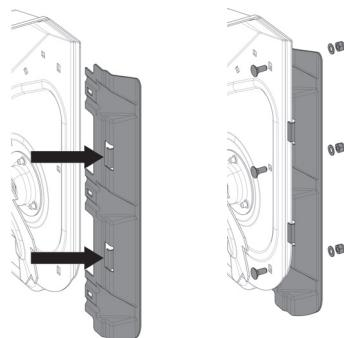

Рис. 15. Установка расширителей кожуха шнеков
- Смонтируйте расширители, установив зацепами на внутреннюю часть боковины кожуха. Обратите внимание, что скругление расширителя должно быть внизу (Рис. 15). Расширитель в местах зацепов устанавливается с усилием. При необходимости, воспользуйтесь резиновой киянкой.
- Совместите отверстия в расширителе и боковине кожуха шнеков, вставьте в квадратные отверстия в кожухе шнеков (изнутри кожуха) болты с полукруглой головкой M8×20, снаружи установите шайбы M8 и закрутите самостопорящиеся гайки M8 с неметаллической втулкой, как показано на Рис. 15.